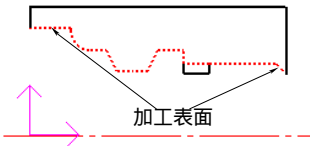

图 4-144 拾取被加工工件表面轮廓
- 当单击粗车参数表中的“确定”按钮后，在状态栏中系统提示用户拾取被加工工件表面轮廓，单击立即菜单，在其下拉菜单中选取“限制链拾取”方式，拾取被加工工件表面轮廓，如图 4-144 所示。